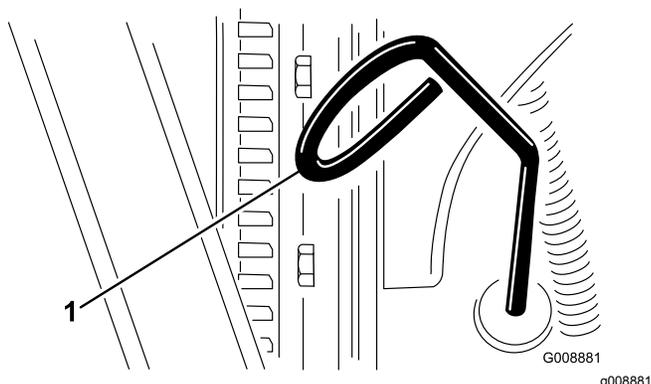

Рисунок 36
2. Выньте масломерный щуп (Рисунок 36) и протрите его чистой ветошью.